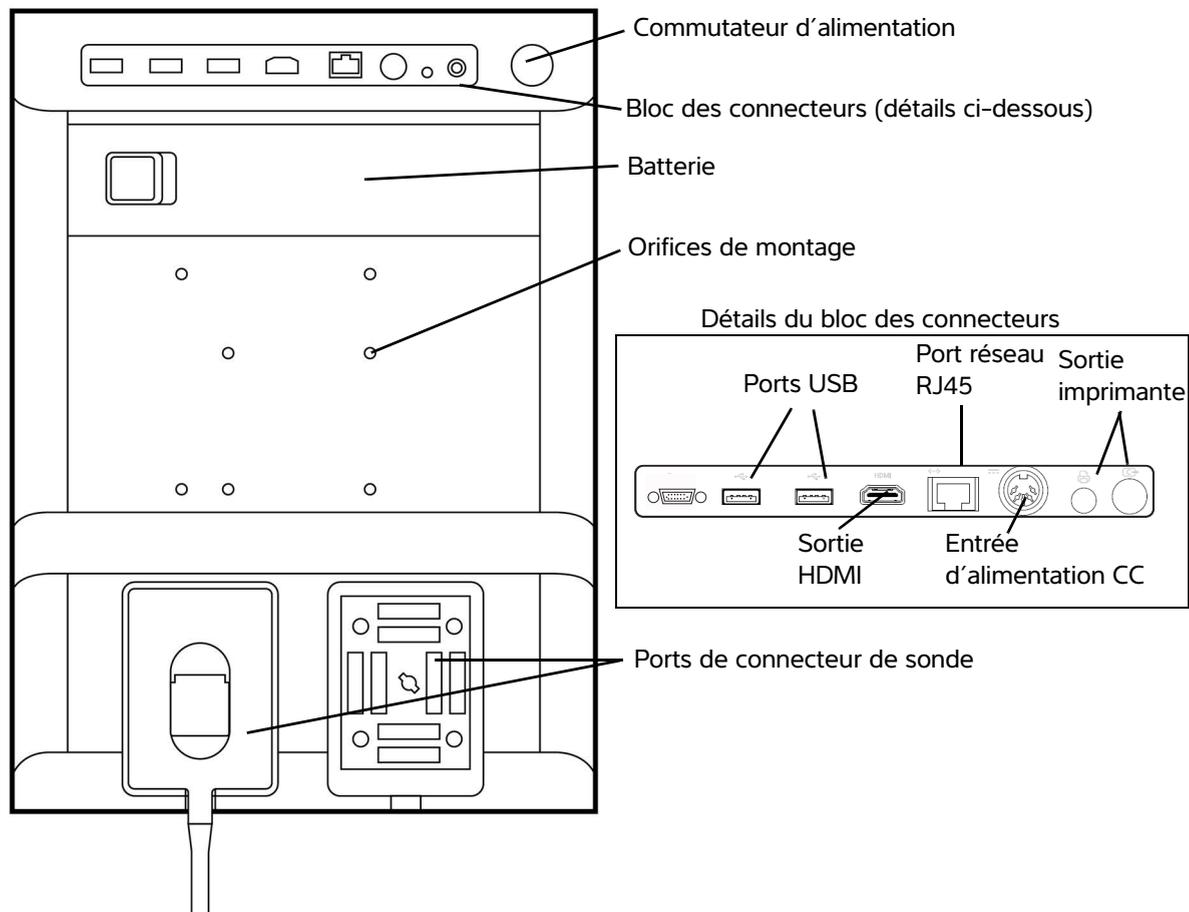

Figure 1 Arrière de l'échographe
- 1 Mettez l'échographe sous tension. Pour trouver l'emplacement du commutateur d'alimentation, reportez-vous à la Figure 1.
La face arrière de l'échographe comporte des compartiments pour la batterie et deux sondes, ainsi que des connecteurs pour les appareils USB, le cordon d'alimentation et le câble réseau, entre autres. Reportez-vous à la **Figure 1**.
- 1 Branchez le câble d'alimentation CC au connecteur d'alimentation situé sur l'échographe. Reportez-vous à la **Figure 1**.
- ❖ Appuyez sur le commutateur d'alimentation. Reportez-vous à la **Figure 1**.
Insérez le dispositif de stockage USB dans un port USB de l'échographe. Reportez-vous à la Figure 1. Le dispositif de stockage USB est prêt lorsque l'icône USB est affichée à l'écran.